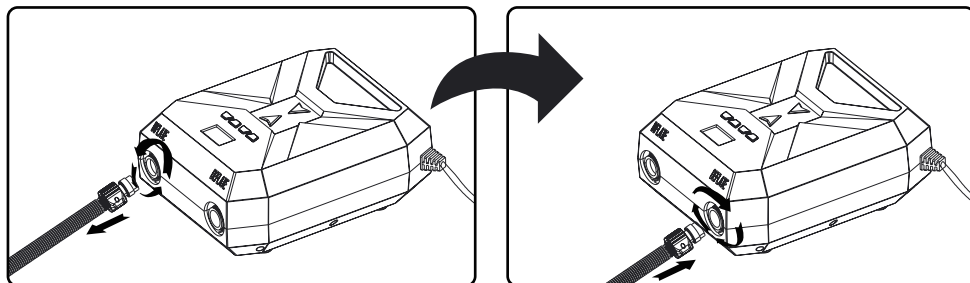

FIG 3
- Retirez le tuyau de l'orifice de gonflage de la pompe, connectez-le à l'orifice de dégonflage et tournez dans le sens des aiguilles d'une montre pour le verrouiller en position. (FIGURE 3).